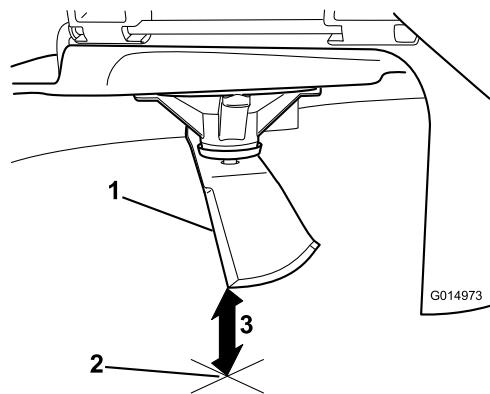

Figura 66
- 3. Mida desde la punta de la cuchilla hasta la superficie plana (Figura 66).